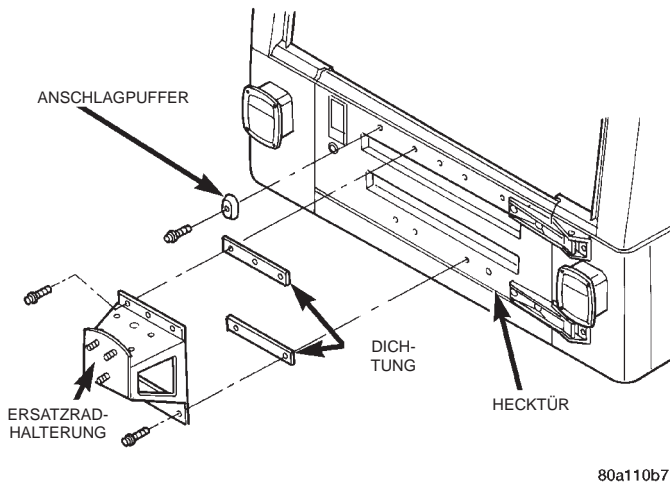

Abb. 79 Ersatzradhalterung
- (2) Befestigungsschrauben lösen, mit denen die Radhalterung an der Hecktür befestigt ist (Abb. 79).
- (3) Hochgesetzte Zusatzbremsleuchte abklemmen.
- (4) Halterung und Dichtungen von der Hecktür abbauen.